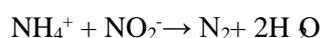

Figura 2 (adaptada): esquema da respiração do nitrato
- [2] Figura 2- <https://aem.asm.org/content/aem/71/2/1066/F4.medium.gif> acesso em 24/03/2021